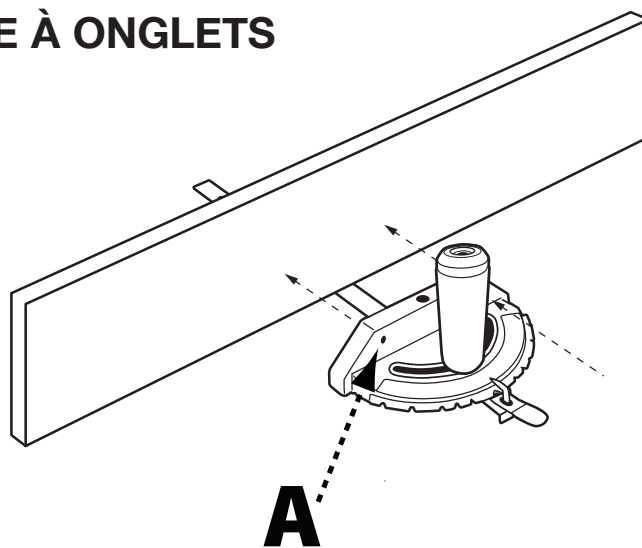

FIGURE 30
Ce revêtement auxiliaire en bois peut être fixé à l'avant du guide à onglets par deux vis à bois à travers les trous (A) fournis dans le corps du guide à onglets et dans le revêtement en bois. Voir Figure 30. Assurez-vous que les vis sont suffisamment longues pour fixer le revêtement, mais sans traverser le bois.